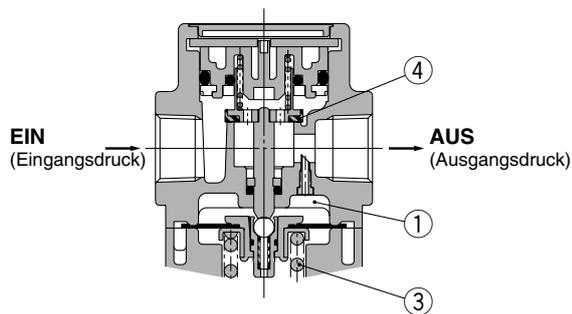

Abb. 1 Normal
Ist der Eingangsdruck höher als der Ausgangsdruck, schließt das Rückschlagventil ② und der Regler arbeitet normal (Abb. 1).